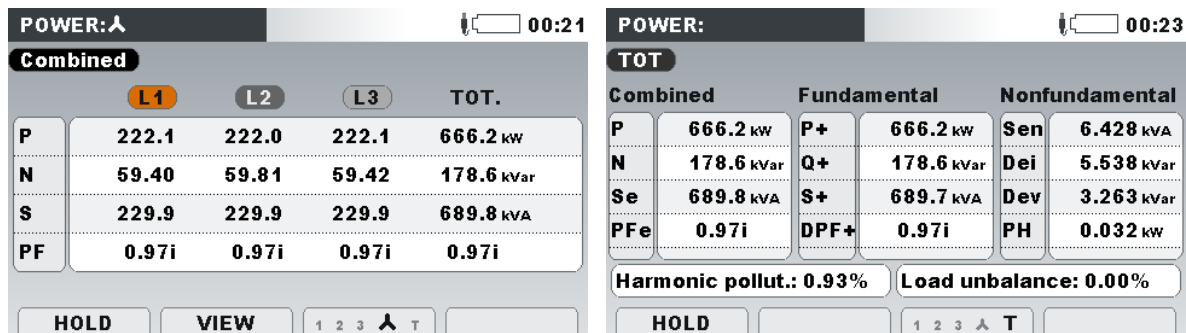

Abbildung 4-49: Echtzeitmessungen der Leistung
- Verbrauchte Energie (Leistung) ist Energie auf der Verbraucherseite verbraucht wird. Sie wird mit einem positiven Vorzeichen dargestellt (siehe Abbildung 4-49).